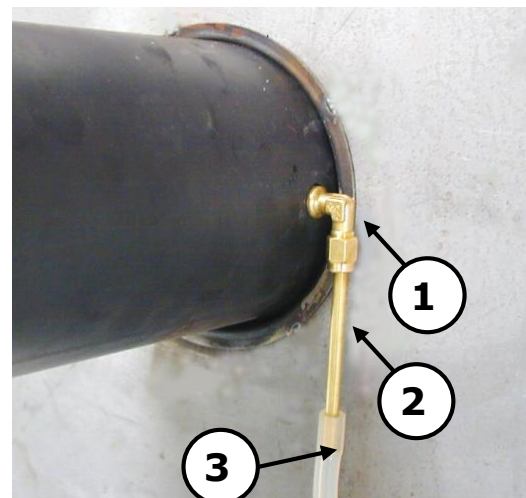

Abb. 5: Druckmessadapter installiert
- Das ca. 9 cm lange Druckmessrohr (Abb. 5 Pos. 2) darf nicht gekürzt werden, da sonst der Silikonschlauch (hitzebeständig bis 200 °C) durch Überhitzung beschädigt werden kann!
1. Loch \varnothing 11 mm in das Verbindungsstück bohren und den Druckmessadapter anschrauben (Abb. 5 Pos. 1).
2. Das Druckmessrohr \varnothing 6 (erforderliches Zubehör) am Druckmessadapter montieren (Abb. 5 Pos. 2).
3. Den Silikonschlauch auf das Druckmessrohr stecken (Abb. 5 Pos. 3).